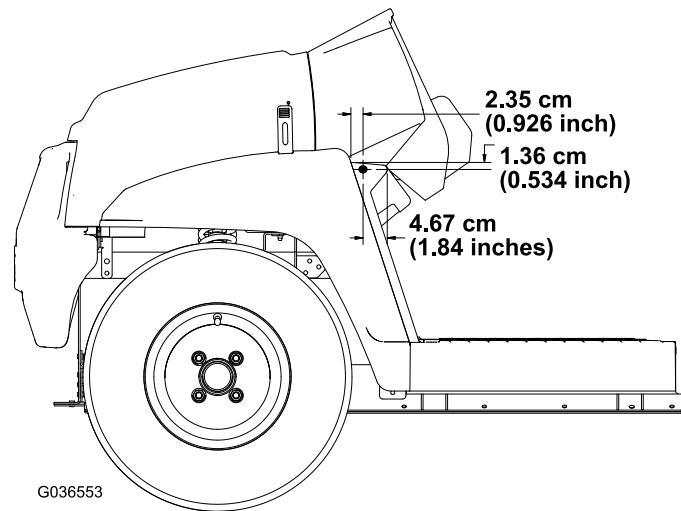

Рисунок 4
- Просверлите одно отверстие (5/16 дюйма) по размерам, указанным на Рисунок 4, в наружной поверхности подножной панели с левой и правой стороны машины.